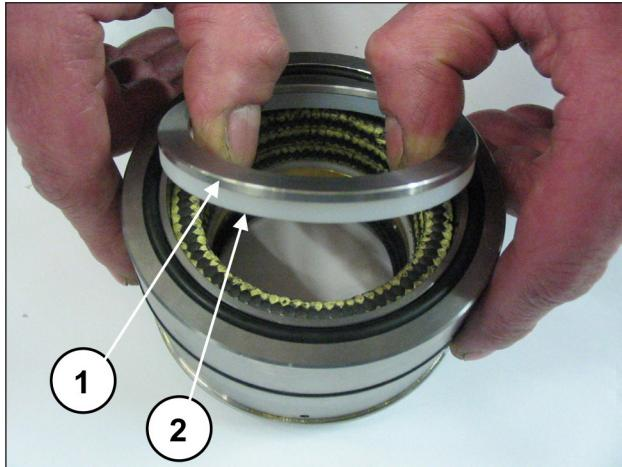
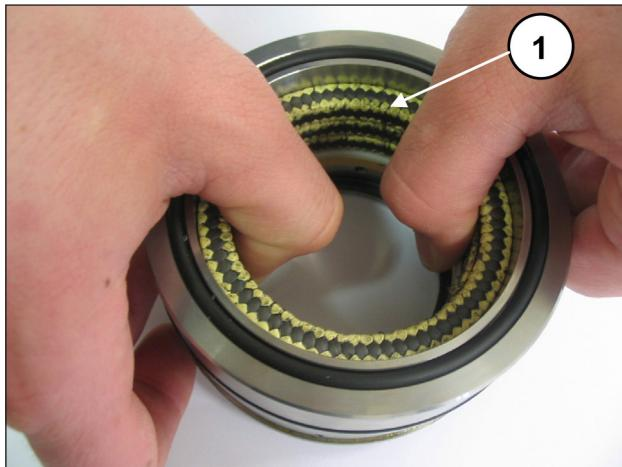

图 193
图 194
将密封圈支架与护套分开，取下弹簧环和刮环（位置①②，图 193），以便进入压力密封（位置①，图 194）。